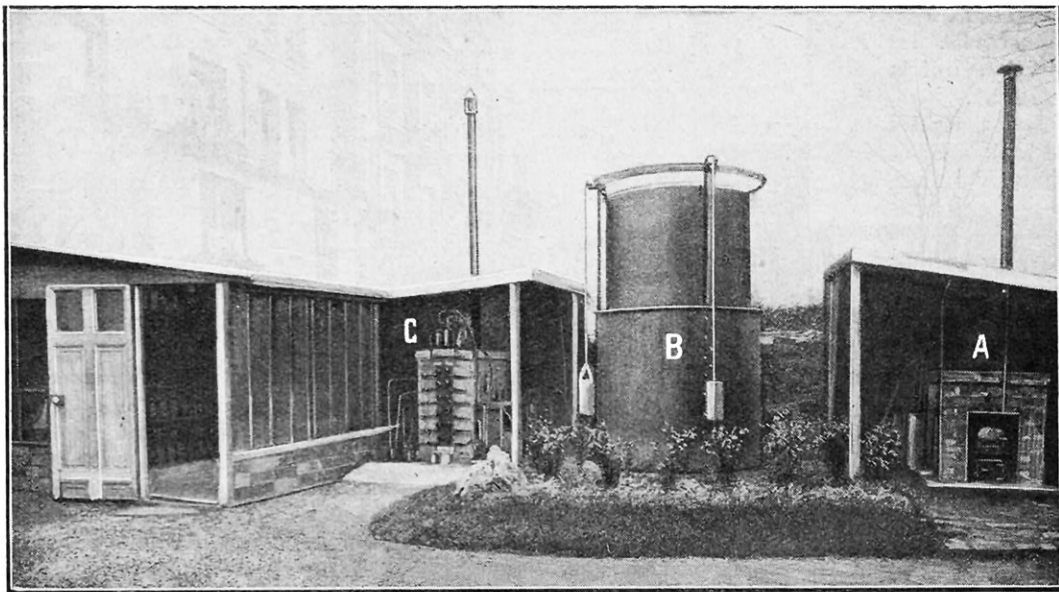
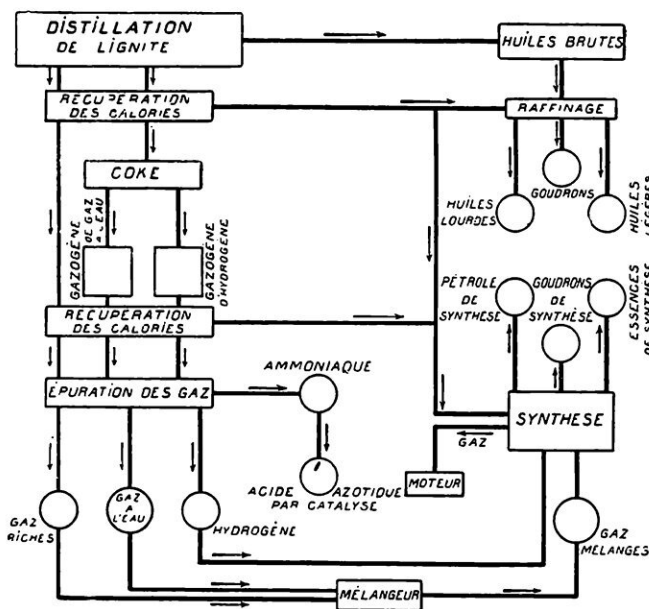

FIG. 1. — VUE DE LA PETITE USINE DE DÉMONSTRATION D'ASNIÈRES
FIG. 2. — SCHÉMA DE LA FABRICATION EN PARTANT DU LIGNITE ET PRODUITS OBTENUS
sont emmagasinés dans un gazomètre (fig. 1). D'autre part, on obtient ainsi des goudrons, des gaz sulfurés, des vapeurs ammoniacales, des cyanures, arséniures, phosphures qui sont des produits nuisibles aux opérations ultérieures, notamment de la catalyse. Tous ces produits sont récupérés comme sous-produits et traités à part. (Voir fig. 2 et 6).
b) Dans le cas où les matières premières sont des résidus de la distillation, contenant principalement du carbone sous forme de coke, maintenu à la température d'environ 1.000 et 1.200° C., le résidu est transformé en gaz oxycarboné et de préférence en *oxyde de carbone* par de la vapeur d'eau, qui est amenée en contact avec le coke à une température d'environ 800° (fig. 1 et 6).
Cette opération accessoire comprend deux phases (fig. 2 et 6) :